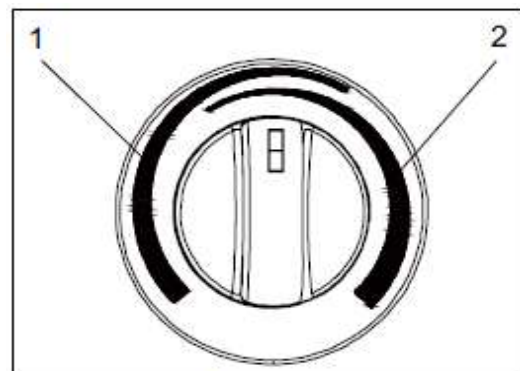

Fig.4-25 Botão de seleção de modo de aquecimento/refrigeração
Escolha o modo de refrigeração, gire o botão de refrigeração/aquecimento no sentido anti-horário como mostrado na Fig.4-25, ligue-o na posição desejada.
c. Rode o botão de seleção de refrigeração/aquecimento, como mostrado na Fig.4-25 no sentido horário para ativar o sistema de aquecimento.